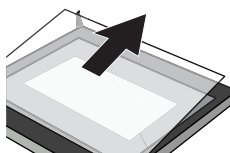

Рисунок 5
5. Вытолкните стекло в направлении, указанном стрелкой на рисунке 5. Аккуратно извлеките стекло из держателя. (Рисунок 5)